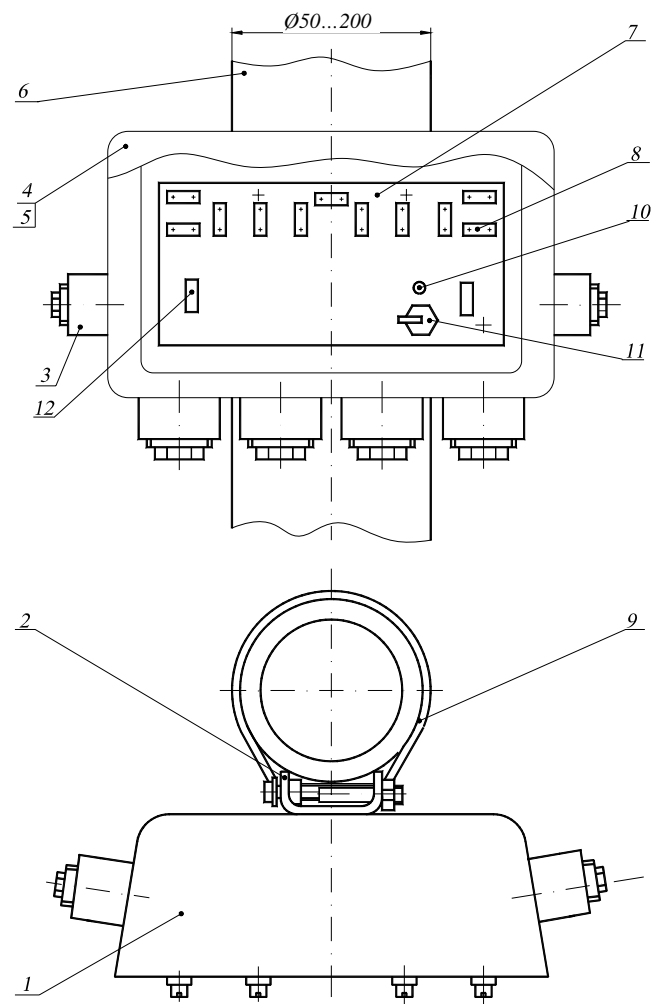

Рис.6.4
6.5. Конструкция блока питания «БПР» (см. рис.6.4).
Как правило, БП устанавливается на той же опоре, на которой установлен блок ПРМ (ПРД). Установленный БП не должен затруднять доступа к крышке блока ПРМ. Установку БП производите в соответствии с рис. 6.4 и рис.8.6. Порядок установки аналогичен описанному в п.8.3.
Для уменьшения трудоемкости монтажных работ БП может быть установлен на опоре совместно с ПРМ (ПРД) одной стяжкой. Стяжка 9 (см. рис.6.4), входящая в состав КМЧ БП при этом не используется.
Продолжение рис.6.4